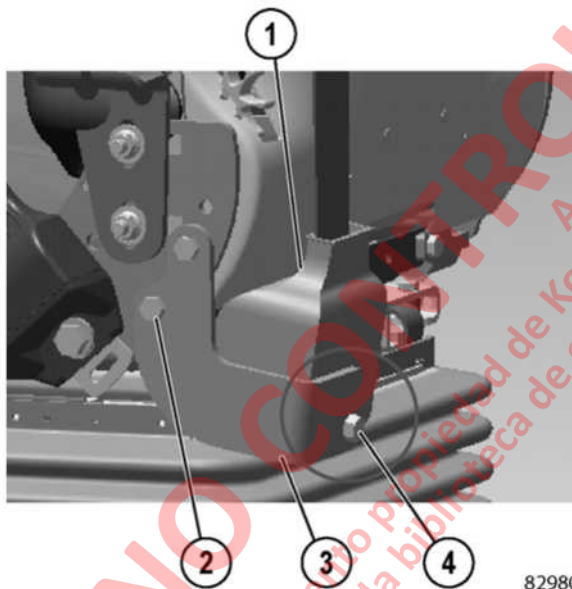
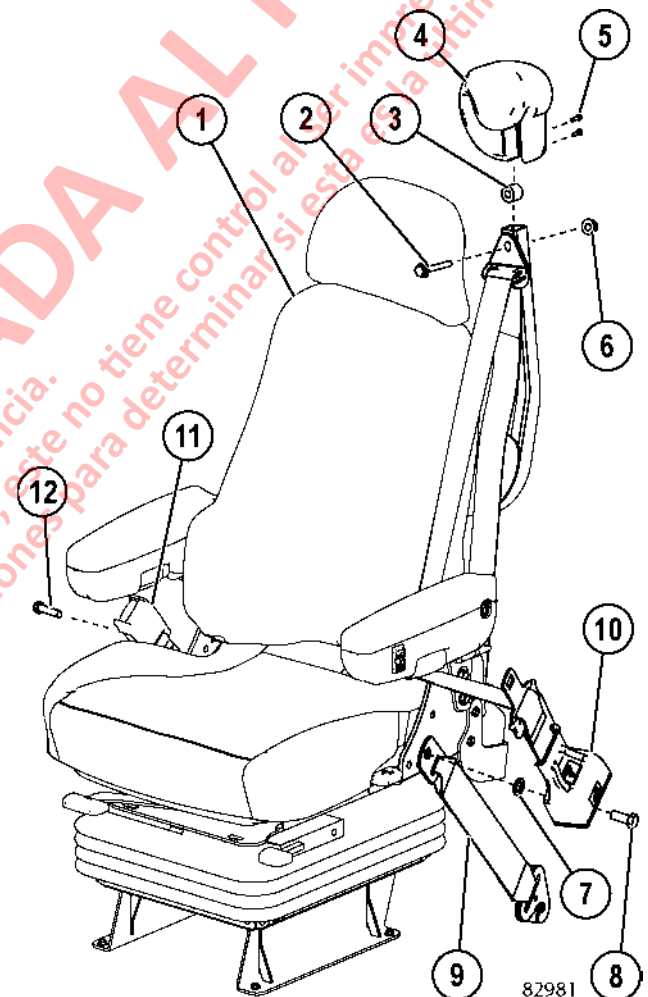

FIGURA 3-8. CORREA DE HOMBRO
FIGURA 3-9. CINTURON DE SEGURIDAD
1. Retire el tornillo, arandela y tuerca (4, figura 3-8). Luego retire el retractor del cinturón de hombro (1).
2. Recline el respaldo del asiento hacia adelante. Quite los tornillos (5, figura 3-9). A continuación, retire la almohadilla (4).
3. Quite la tuerca (6), tornillo (2) y, a continuación, el espaciador (3). Coloque la correa de hombro suelta el cojín del asiento.
4. Retire el perno (8), retractor del cinturón de seguridad (10), arandela plana (7) y tirante (9) del asiento. Puede ser necesario extraer también los tornillos de la tapa (2, Figura 3-8) y las tuercas y soporte (3). Quite el cinturón y correa de hombro del asiento.
5. Retire el tornillo (12, figura 3-9) y retire la hebilla de cinturón de seguridad (11) y el otro anclaje.
2. Si es necesario, instale el soporte (3, figura 3-8) con tuercas y tornillos de la tapa (2). Apriete los pernos a 47 Nm (35 ft lb).
3. Instalar retractor del cinturón de seguridad (10, figura 3-9) y el anclaje (9) con arandela plana (7) y el tornillo (8). Tirante del cinturón debe colocarse en ángulo de 45 grados. Apriete el perno de la tapa (8) a 68 N-m (50 ft lb).
4. Al instalar el soporte de la correa de hombro superior, asegúrese de que el cinturón no esté torcido. Instale el soporte de la correa de hombro superior al soporte vertical con tornillo (2) y la tuerca (6), con el espaciador (3) dentro del soporte. Apriete la tuerca a **68 N-m (50 ft lb)**.
5. Instale almohadilla (4) para apoyar con pernos (5).
6. Asegúrese de que el cinturón no esté torcido. Lentamente extienda el cinturón de hombro e instale el retractor del cinturón de hombro (1, figura 3-8) al soporte (3). Instale el tornillo, tuerca y arandela plana (4). Apriete la tuerca a **68 N-m (50 ft lb)**.